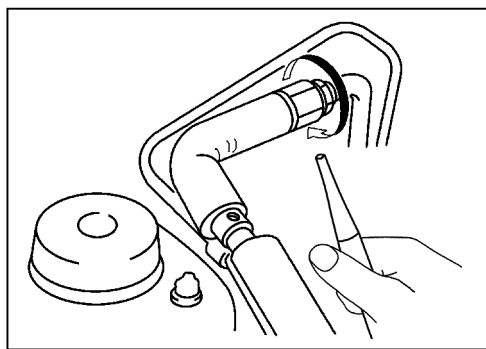

图 23-5 绕接头圆周检测
5) 如图 23-5 所示，让探头绕接头的整个圆周进行检测。